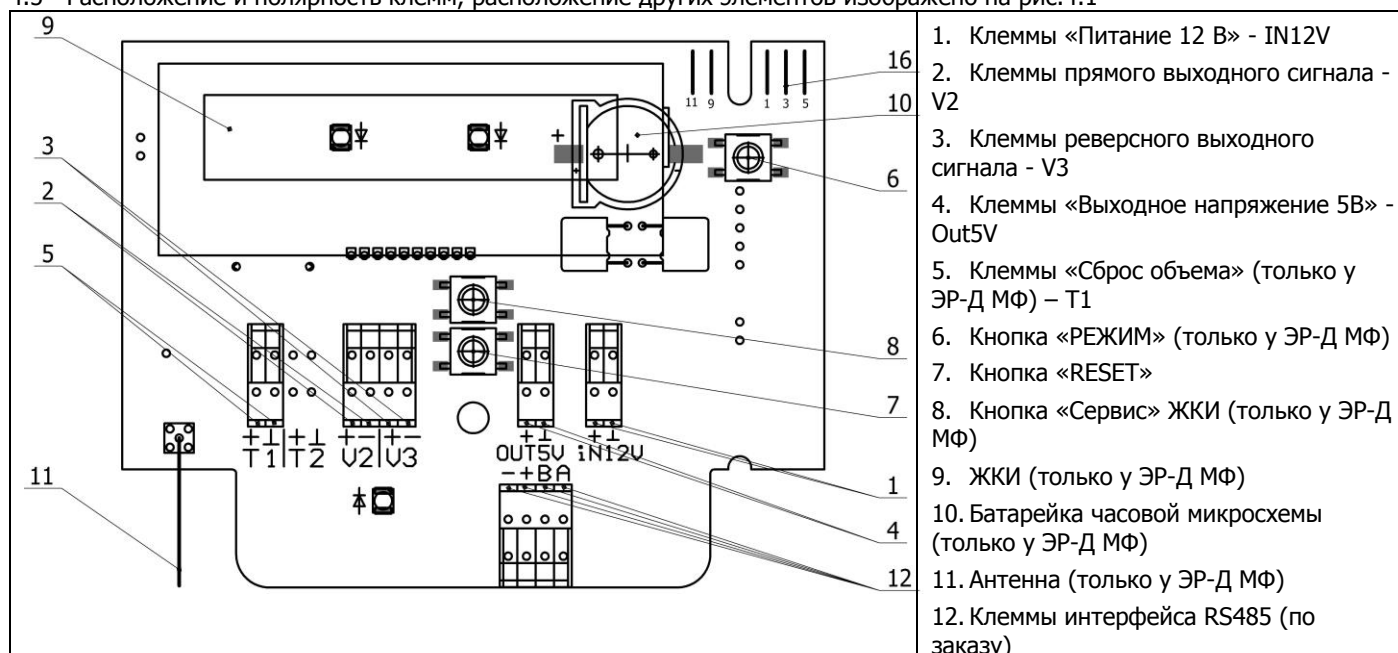

рис. 4.1
4.5 Расположение и полярность клемм, расположение других элементов изображено на рис.4.1